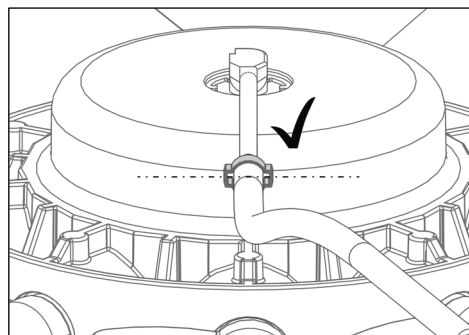

Bild 18
- 10) Placera slangklämman enligt bilden Bild 18.